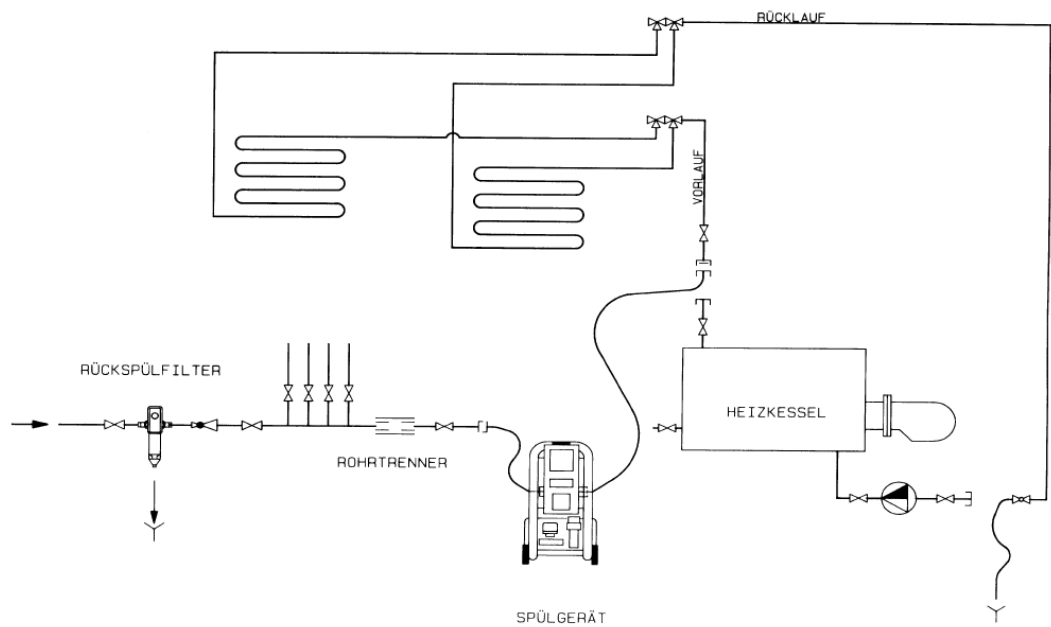

Рис. 2
**Санация загрязненной шламом системы напольного отопления (рис. 2)**